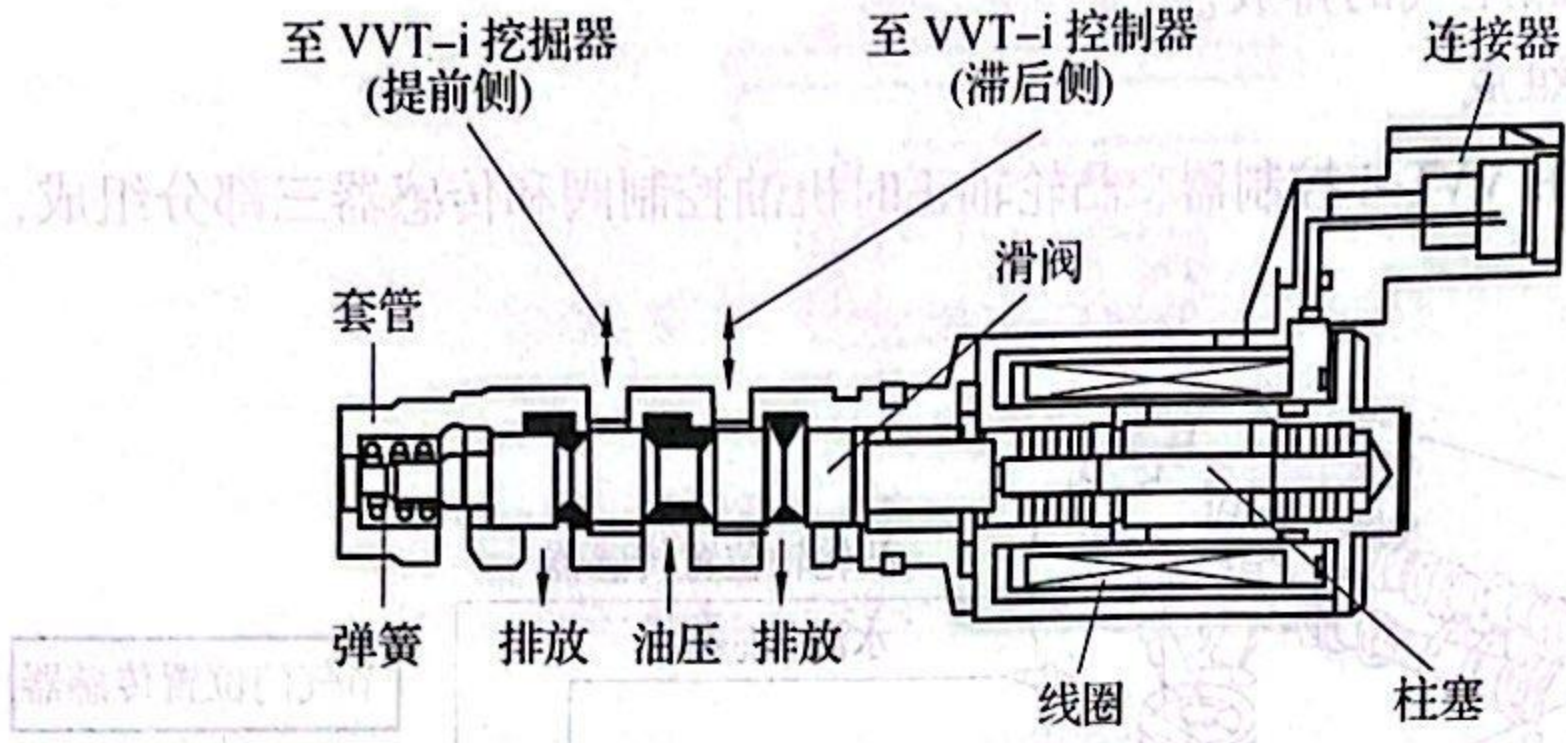

图 4-60 凸轮轴正时机油控制阀
(2) 凸轮轴正时机油控制阀。凸轮轴正时机油控制阀由用来转换机油通道的滑阀、用来控制移动滑阀的线圈、柱塞及回位弹簧组成，其结构如图 4-60 所示。工作时，发动机 ECU 接收各传感器传来的信号，经分析、计算后发出控制指令给凸轮轴正时机油控制阀，凸轮轴正时机油控制阀以此控制滑阀的位置，从而控制机油液压，使 VVT-i 控制器处于提前、滞后或保持位置。当发动机停机时，凸轮轴正时机油控制阀多处在滞后状态，以确保启动性能。